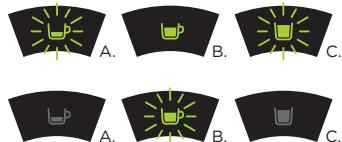

Abb. 18: Programmierung der Taste für großen Espresso
- Drücken Sie danach die Taste für den großen Espresso bis die Leuchtanzeigen der Tasten für kleinen Espresso und Tee zu blinken beginnen. Drücken Sie danach erneut die Taste für den großen Espresso (siehe **Abb. 18**). Die Leuchtanzeigen der Tasten für kleinen Espresso und Tee erlöschen.